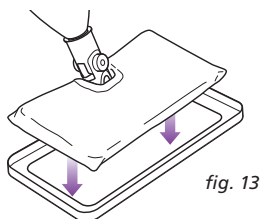

fig. 13
- 1 Le patin à tapis peut être utilisé avec la tête tout usage pour rafraîchir vos tapis et carpettes avec une faible émission de vapeur. Vous n'avez qu'à installer la tête de la vadrouille avec le linge de nettoyage sur le patin à tapis. Le mode de réglage recommandé pour la vapeur lorsque vous utilisez le patin est **FROTTAGE**. (fig. 13)